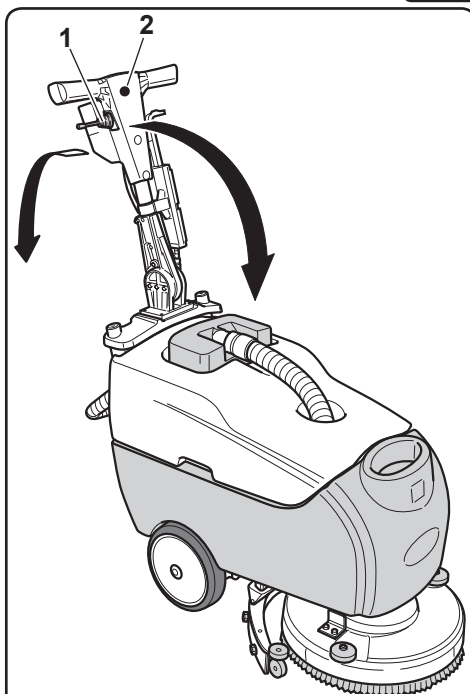

Fig. 9
7.1 LEVA REGOLAZIONE INCLINAZIONE MANIGLIONE (Fig. 9)
- Tirando la leva (1) è possibile variare la posizione del maniglione (2); rilasciando la leva il maniglione si posiziona e si blocca nella posizione obbligatoria più vicina.